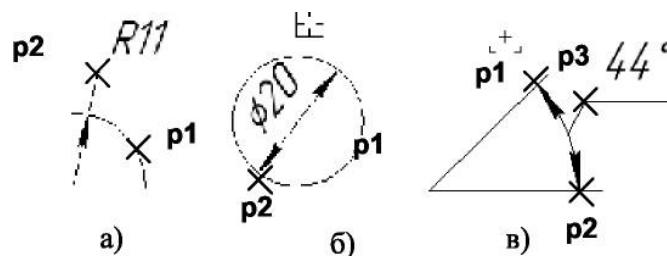

Рис. 2.10 . Нанесение размеров дуги, диаметра окружности и углового размера
- 2) указать графическим курсором точку на изображении дуги или окружности - точка **p1** (рис. 2.10а, б);
- 3) указать графическим курсором точку, определяющую положение размерной линии - точка **p2** (рис. 2.10а, б).
- 2) указать графическим курсором точку на изображении первой прямой - точка p1 (рис. 2.10 в);
- 3) указать графическим курсором точку на изображении второй прямой - точка p2 (рис. 2.10 в);
- 4) указать графическим курсором точку, определяющую положение размерной линии - точка p3 (рис. 2.10 в).